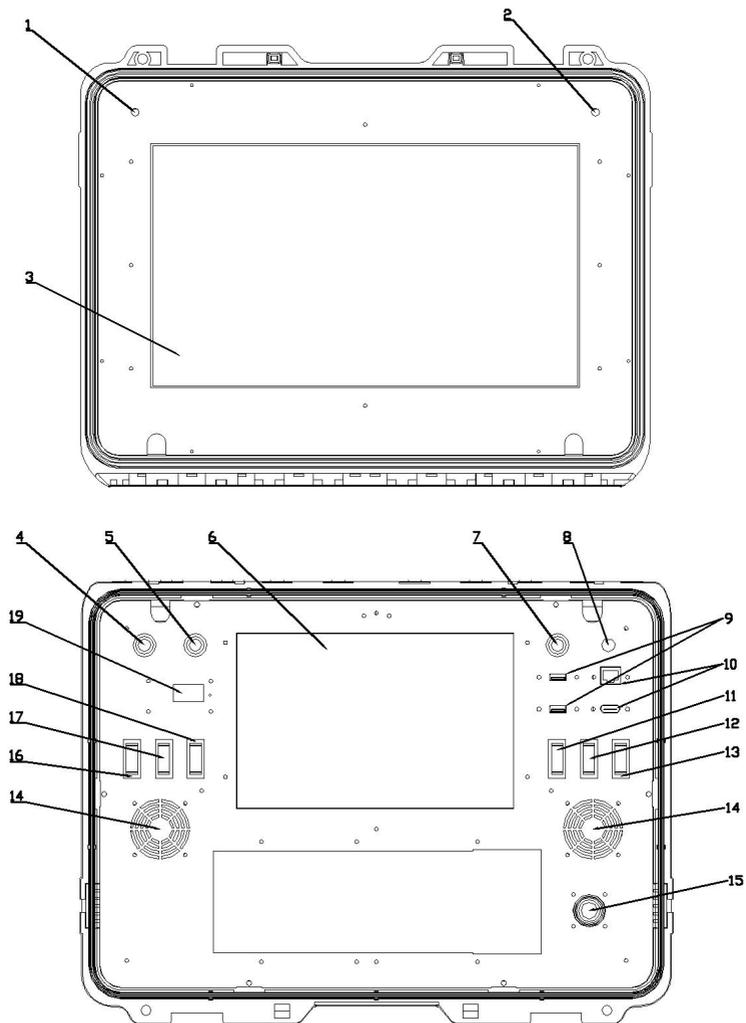

图 12 双屏地面站示意图
2. 将遥控器三位控制开关拨至“中标”(图 12 所示)位置怠速运行, 观察总线电压。确保总线电压稳定在 $48V \pm 2V$ 。
遥控器三位控制开关拨至“下标”（图 12 所示）位置，GX2 系统自动关闭。